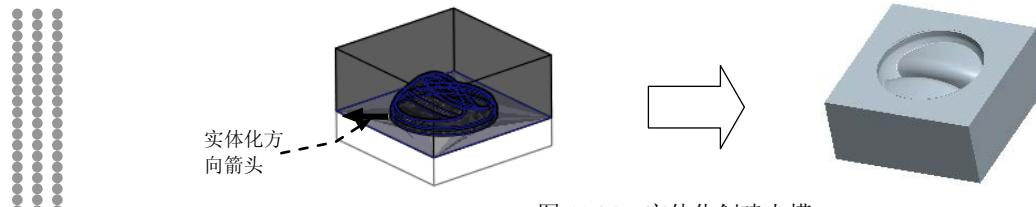

图 11.24 实体化创建上模
Step6. 在“实体化”操控板中单击 **反向** 按钮，改变实体化箭头的方向，在操控板中单击 **√** 按钮，实体化后的上模如图 11.24 所示。